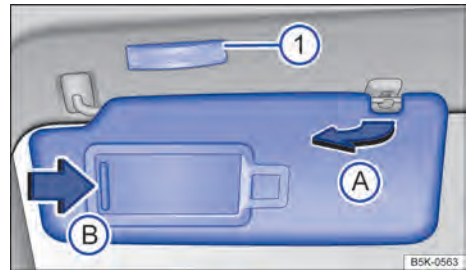

Fig. 109 No revestimento do teto dianteiro: para-sol.
- Retirar do suporte e virar na direção das portas → Fig. 109 A.
No para-sol rebatido para baixo encontra-se um espelho de cortesia atrás de uma cobertura. Ao abrir a cobertura → Fig. 109 B, uma lanterna → Fig. 109 1 se acende.